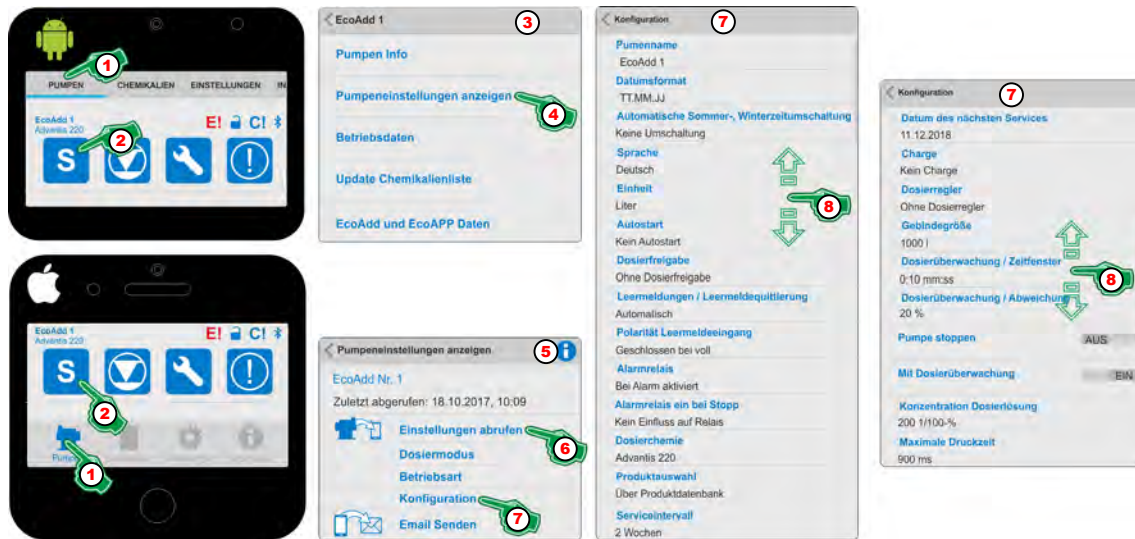

Abb. 26: Pumpeneinstellungen anzeigen - Konfiguration
1. ▶ Menü [Pumpen] (Abb. 26, Pos. 1) auswählen.
2. ▶ „Dosiermodus“ Symbol (Abb. 26, Pos. 2) auswählen.
3. ▶ Zur Kontrolle, von welcher Pumpe derzeit Daten angezeigt werden auf die Kopfzeile (Abb. 26, Pos. 3) achten, in der die ausgewählte Pumpe angezeigt wird.
4. ▶ [Pumpeneinstellungen anzeigen] (Abb. 26, Pos. 4) auswählen.
5. ▶ Durch Auswahl des [Info] Symbols (Abb. 26, Pos. 5) erscheint folgende Information:
6. ▶ [Einstellungen abrufen] (Abb. 26, Pos. 6) auswählen.
7. ▶ [Konfiguration] (Abb. 26, Pos. 7) auswählen.